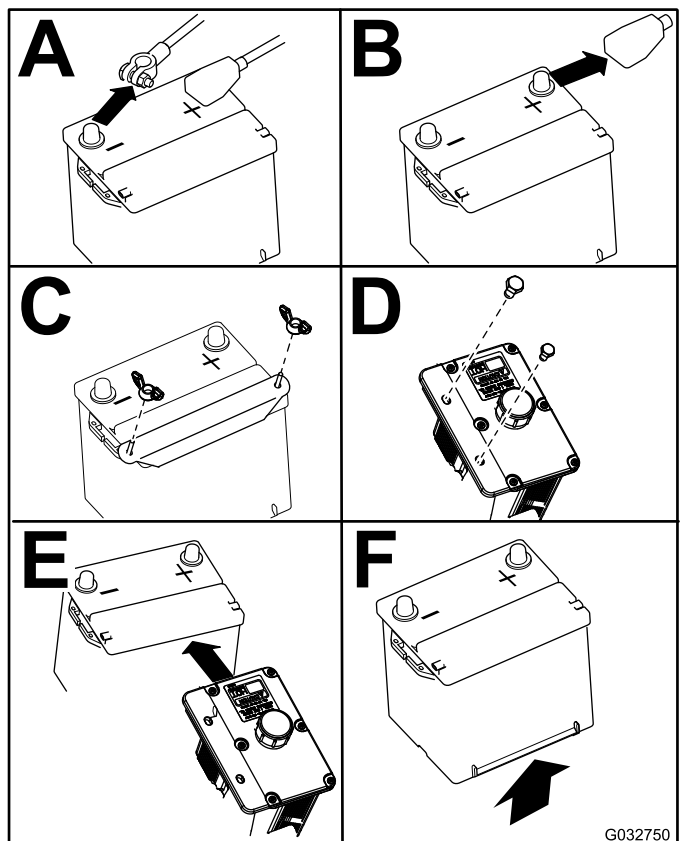

Figure 42
4. Retirez la batterie, comme montré à la Figure 42.